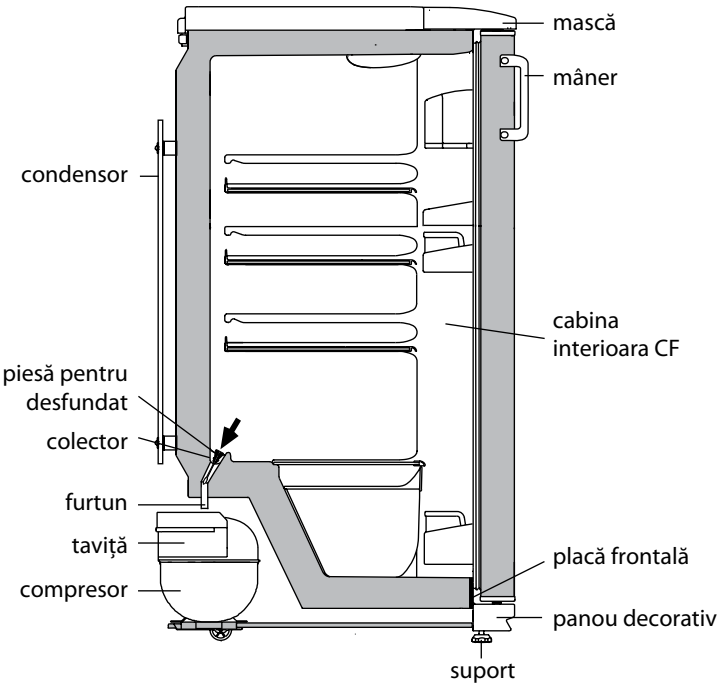

Figura 4 – Schema de scurgere a apei topite CF
2.2.1 În CF este utilizat un sistem automat de decongelare. Bruma, care apare pe pereții din spate a CF, după oprirea compresorului, se topește și se transformă în picături de apă. Picăturile de apă topită se scurg în tavă, prin gaură – în conductă de ramificație și intră în vasul compresorului în conformitate cu figura 4 și se evaporă.
2.2.2 Este necesar în mod regulat (cel puțin o dată în 3 luni) să fie verificată curățenia tavii și să se verifice absența apei în tavă. Prezența apei în tavă indică infundarea a sistemului de drenaj. Pentru a elimina blocajul, curățați gaura din tavă cu o perie, astfel ca apa fără obstacole să scurgă în vas, spălați peria și instalați-o în conformitate cu figura 4.
SE INTERZICE utilitatea frigiderului cu un sistem de drenare infundat. Apa, care a aparut in partea de jos a CF sau ce a aparut in locul de contact cu placa frontala a cabinei interioare a CF, in conformitate cu figura 4 poate cauza corodarea cabinei exterioare a frigiderului, poate afecta izolatia termica, poate duce la formarea fisurilor cabinei interioare a frigiderului si defectarea frigiderului.